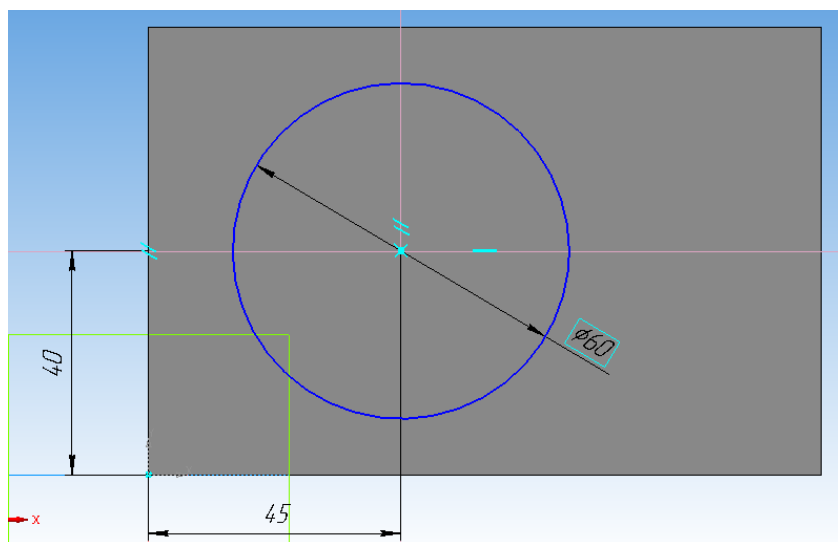

Рисунок 31.
7. На верхней поверхности основания, на указанном расстоянии с помощью вспомогательных прямых, создайте новый эскиз окружности $\phi 60$ (рисунок 31). Выйдите из режима «Эскиз».